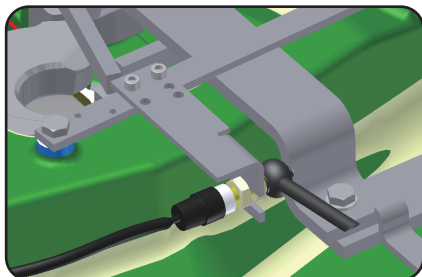

図13-1 スイッチブラケットとリミットスイッチ
3. カプラ裏面のリミットスイッチを取り外して下さい。ハンドル上の調整ブロックを調整した後、必ずカプラ裏面に取り付いているスイッチのブラケットも調整する必要があります。図13-1参照